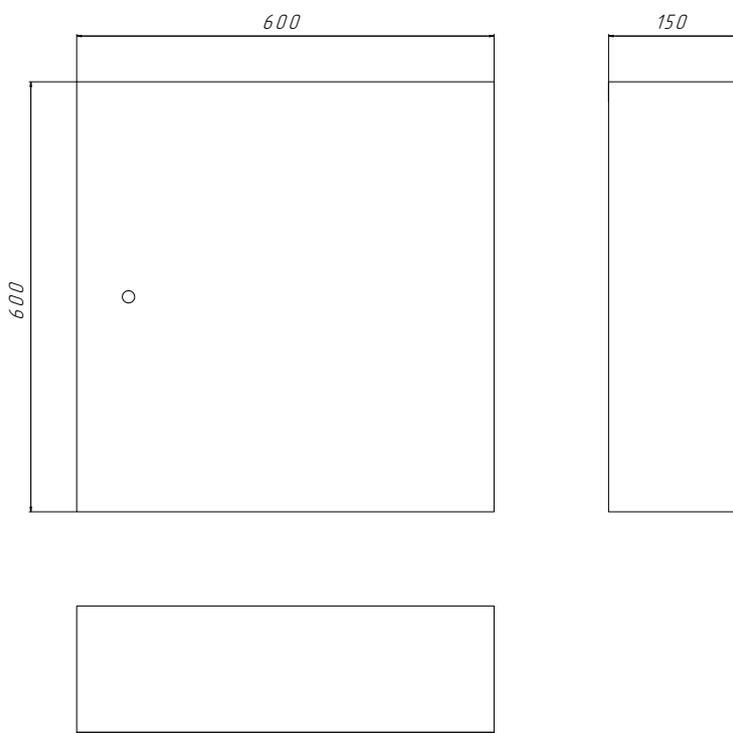

Рис. 1 Габаритные размеры.
6.3 Установить ЩЦАСМУ на месте эксплуатации и закрепить, присоединительные размеры приведены на рис. 1. Монтажное соединение шкафа к стене должно обеспечить класс защиты IP54.